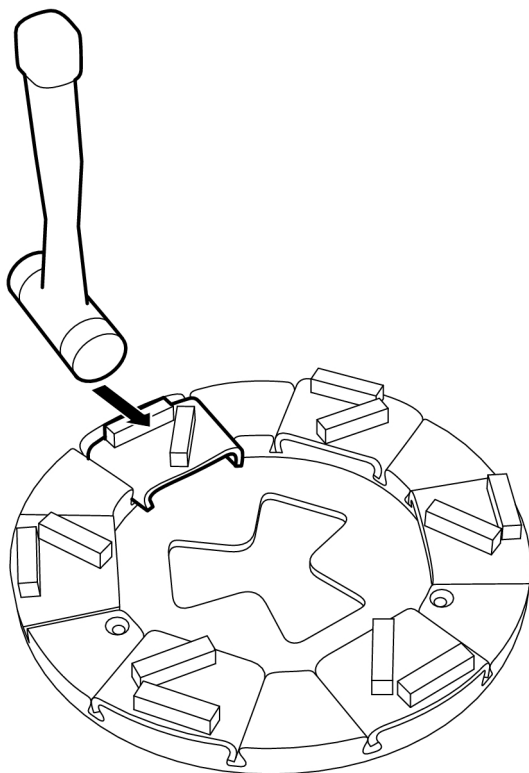

Figura 4-15. Rimozione dell'utensile di levigatura
1. Rimuovere l'utensile di levigatura battendo qualche colpo con un martello per sbloccarlo, vedere Figura 4-15, pagina 27. Sollevare quindi l'utensile estraendolo dalla scanalatura guida.